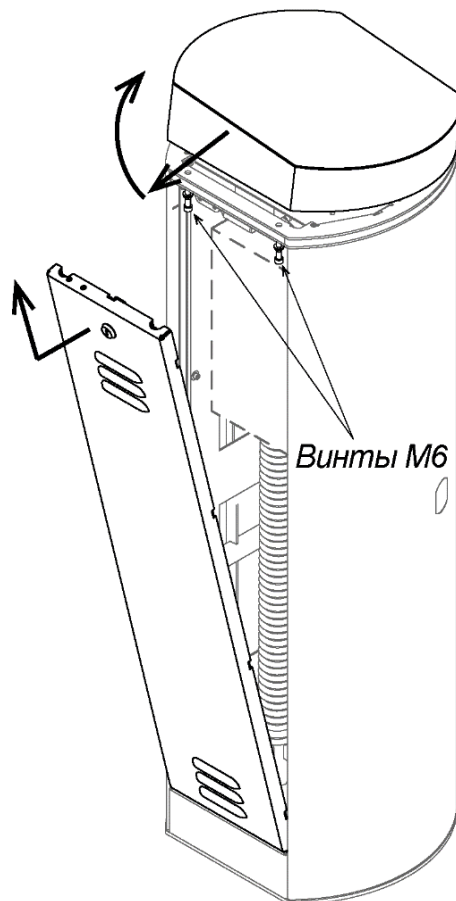

Рисунок 11. Порядок снятия верхней крышки шлагбаума
1. Снимите дверцу, предварительно повернув ключ замка, и открутите два винта М6, которые находятся снизу на верхней грани проема дверцы. Аккуратно, чтобы не повредить установленную внутри плату управления, снимите крышку, сдвинув ее за передний край на себя и затем подняв его вверх (см. рис. 11).
2. На приводе стрелы переведите рычаг (13) в нижнее положение. Для этого шлицевой отверткой вращайте винт (или ручку, в зависимости от модификации привода) разблокировки привода (21) против часовой стрелки до упора.
3. Если ранее были установлены балансировочные пружины (8), то их необходимо снять (см. разд. 0).
4. Демонтируйте рычажно-шатунную группу – детали (12) и (13), для чего открутите два болта (14) с внутренним шестигранником S10 и снимите стопорное кольцо (15). Детали плотно насажены на оси, при снятии покачивайте их из стороны в сторону, при необходимости используйте большие отвертки в качестве рычагов.
Для разблокировки стрелы откройте дверцу шлагбаума, отключите питание шлагбаума и шлицевой отверткой вращайте винт (ручку) разблокировки привода (21) (см. рис. 11) влево или вправо до тех пор, пока нижний шарнир шатуна (12) не выйдет из крайнего положения и стрела не станет поддаваться ручному воздействию вверх или вниз.
1. Откройте дверцу (2) стойки шлагбаума.
2. Шестигранным ключом S10 ослабьте два болта (14), фиксирующие рычаг (13) на валу кронштейна стрелы (см. рис. 11). Придерживайте стрелу от падения!